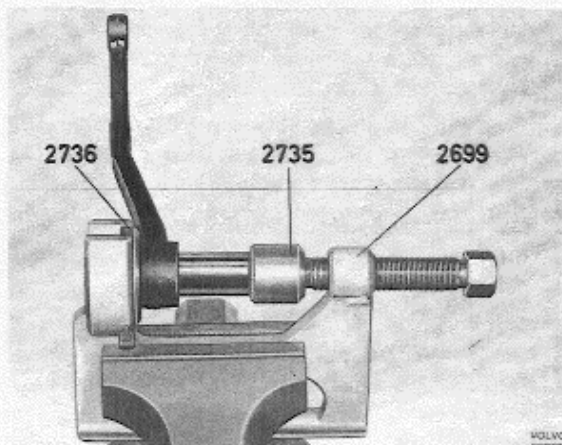

Abb. 86 Einbau der Gummibuchse, Umlenkhebel
5. Werkstück umdrehen und die neue Buchse mit Hilfe der Werkzeuge 2699 + 2736 sowie Dorn 2735 einpressen, s. Abb. 86.
6. Den ausgebuchsten Umlenkhebel mit Scheibe (7) und Mutter auf dem Lagerbock einbauen.